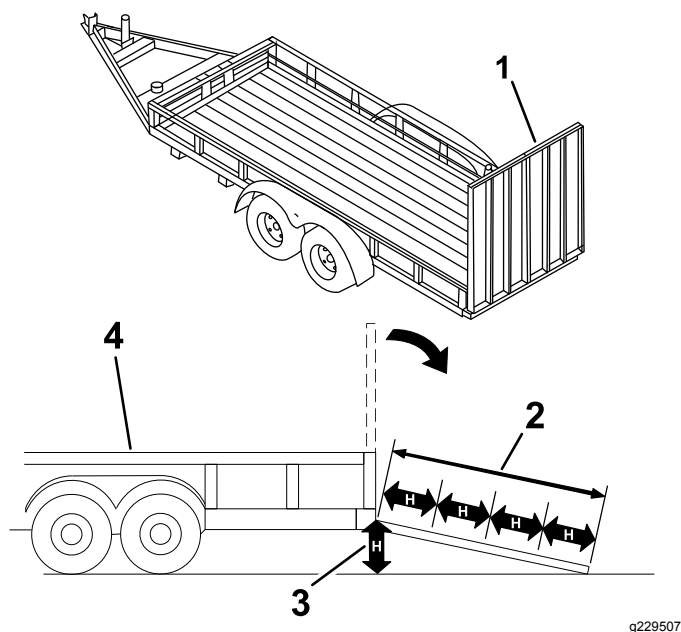

図 16
マシンをトレーラなどに搭載する作業は、機体を転倒させる危険をはらんでおり、万一そのような事故が起こると死亡事故など重大な人身事故となる図 16。
3. ランプ板を下ろす図 16。